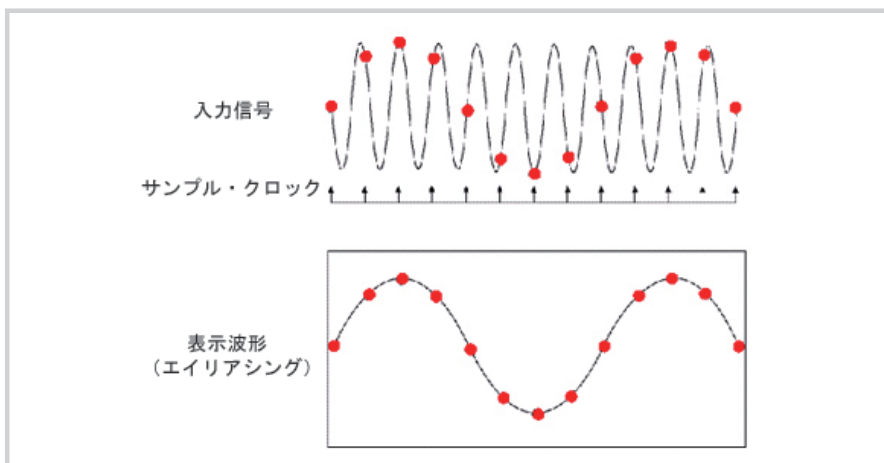

図2 DSOを使用したとき、信号周波数とサンプル・レートの関係により表示される「偽り」の波形
- ① サンプル・レートが低いと、単発取込みにおいて致命的な問題を起こす
- ② サンプル・レートが低くても、単発取込みにおいて致命的な問題を起こさない
答えは①です。サンプリング対象の波形の繰り返し周波数に対して、サンプル・レートが高く(速く)なくてはなりません(「ナイキストの定理」によると、2倍より高速のサンプリングが必要です)。この条件がかなえられなければ、エイリアシングと呼ばれる現象が起きる場合があります、その波形はまったく正しくありません。オシロスコープがあり得ない波形を作ってしまうのです。(図2)